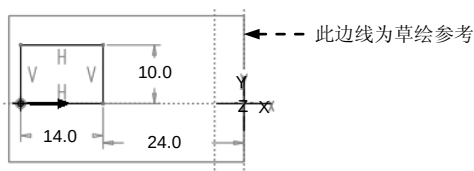

图 4.2.14 第一个截面
(2) 创建混合特征的第一个截面。进入 **草绘** 环境后，绘制图 4.2.14 所示的截面图形（需先创建坐标系），单击“确定”按钮 **✓**。